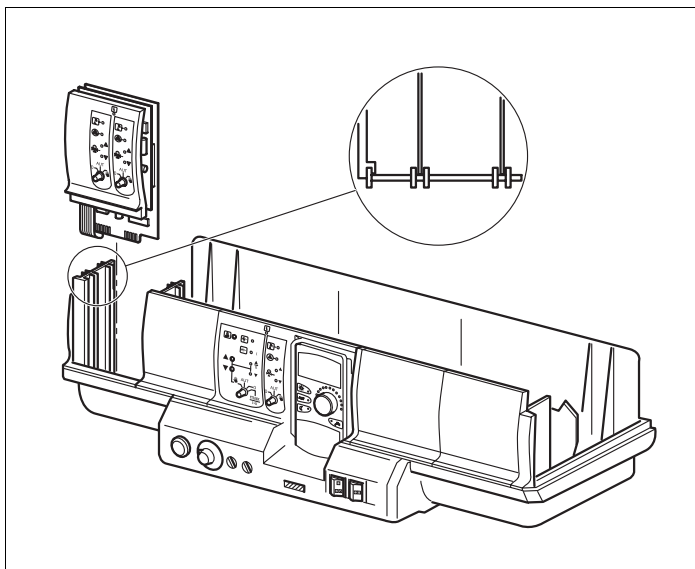

Abb. 20 Modul Ein- bzw. Ausbau
- Blindplatte von Steckplatz 1 (Abb. 20) im Regelgerät entfernen.
- Neues Modul durch Drücken auf die Fühlerleiste in den freien Steckplatz von oben einschieben (Abb. 20), bis es merklich einrastet.